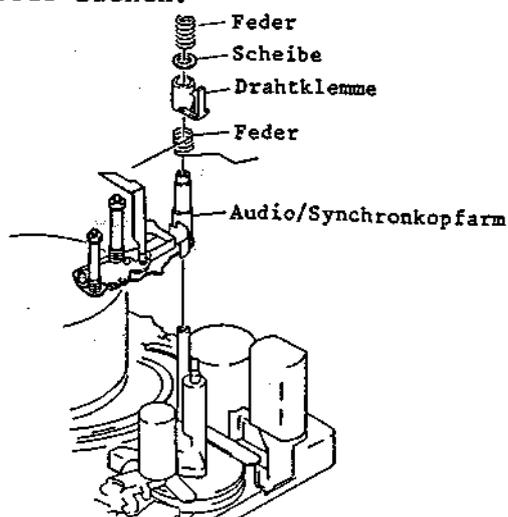

Abb. 2-76 Ausbau des Audio/Synchronkopfarm
3-28 Ausbau des Audio/Synchronkopfarm (Abb. 2-76)
4. Eine (1) Scheibe, eine Feder und eine Drahtklemme von der Welle des Audio/Synchronkopfarm abnehmen (siehe Abb. 2-76).
5. Den Audio/Synchronkopfarm ausbauen (siehe Abb. 2-76).
- Den Audio/Synchronkopfarm ausbauen (siehe Abb. 2-76).
7. Den Audio/Synchronkopfarm ausbauen (siehe Abb. 2-76).